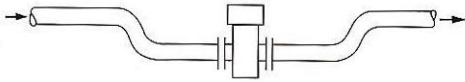
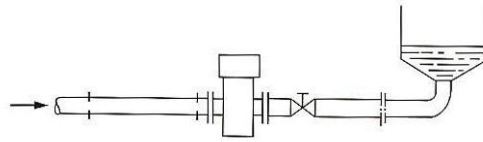
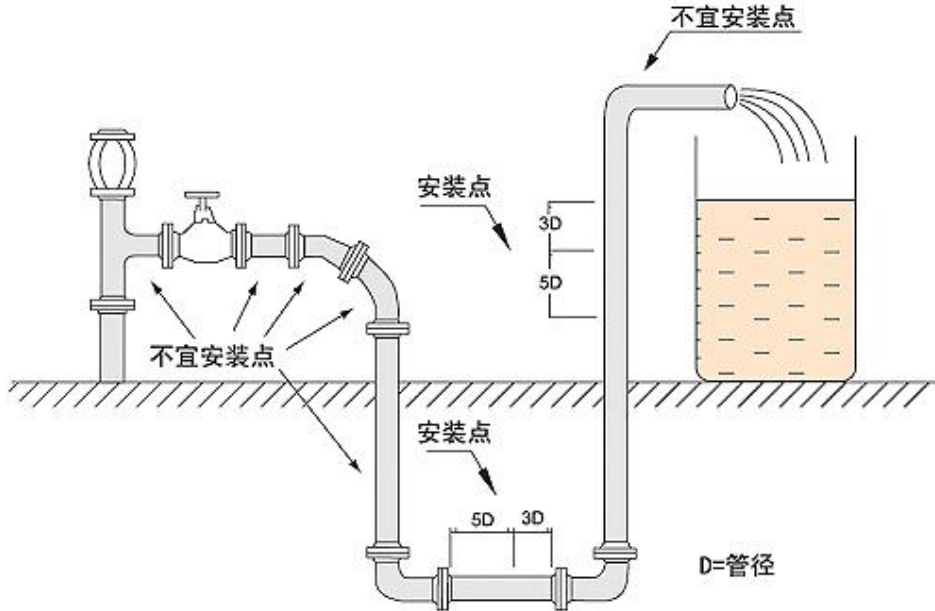

图3 传感器低于管道的安装
图4 传感器下游有背压的安装
图5 传感器安装位置
- (1) 传感器可在垂直管道、水平管道或倾斜管道上安装，但要求二电极的中心连线处于水平状态。
- (2) 电磁流量计工作时，始终要求测量管内充满被测介质。水平安装时，为了确保这一点，必要时传感器安装位置的标高可以略低于管道的标高，如图 3，或使传感器的下游具有足够的背压，如图 4。推荐的安装位置如图 5 中 c、d 所示。